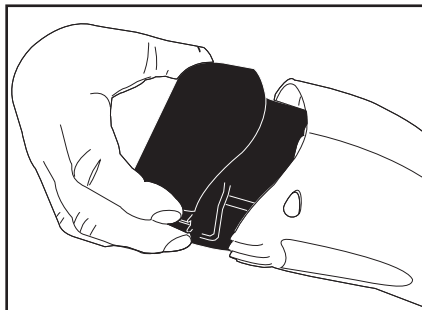

Figura 8
1. Presione los botones con resorte en ambos lados de la batería simultáneamente. (ver figura 8)